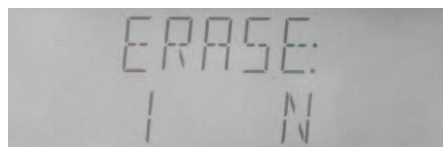

Figura 4-29 Borrado de un archivo
- a) Seleccione "ERASE" en la pantalla de operaciones con archivos mediante **【▲】** o **【▼】**, como se muestra en la figura 4-29.